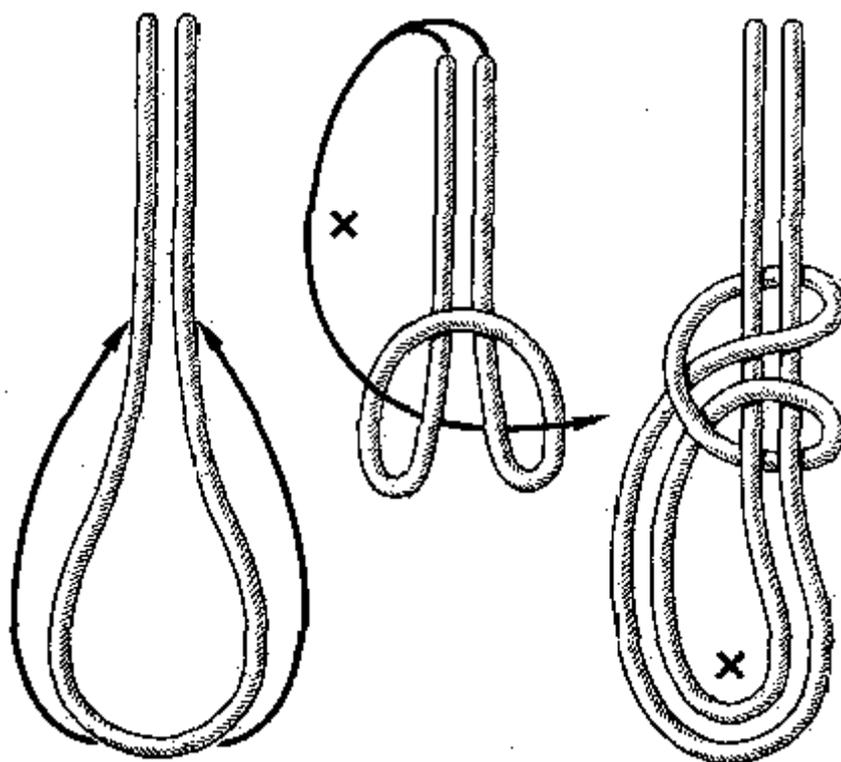

Рис. 84. Скользящая глухая петля
**Скользящая глухая петля** (рис. 84). Этот простой и прочный узел может служить в повседневной жизни для затягивания различных туюков и свертков при их упаковке. Вязка узла предельно проста и не требует каких-либо комментариев.